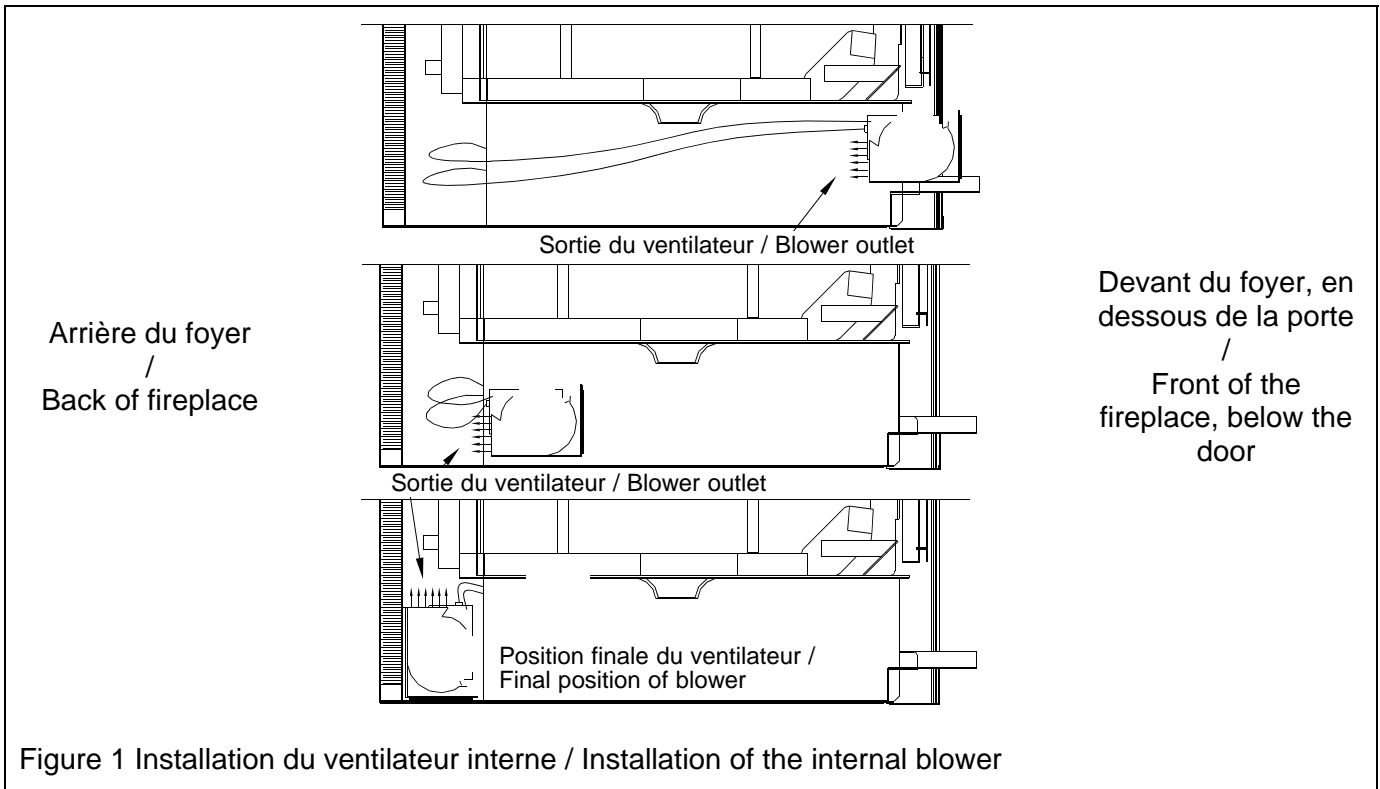

Figure 1 Installation du ventilateur interne / Installation of the internal blower
6. Pass the blower through the bottom louver opening so that the blower outlet is on the bottom and facing the back of the fireplace with the motor to the right (see Figure 1).
6. Approchez le ventilateur de l'ouverture de la persienne de façon à ce que la sortie du ventilateur soit positionnée en bas, la face vers l'arrière, avec le moteur sur la droite (voir Figure 1).